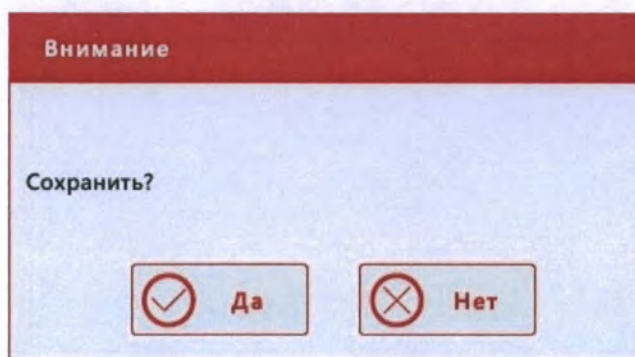

Рис.7.3-3 Окно подтверждения сохранения установок
- 3) Нажмите на любую из иконок главного меню анализатора (верхней строки) либо на иконку системного меню в левом нижнем углу экрана – появится окно с запросом подтверждения сохранения установок (Рис.7.3-3):